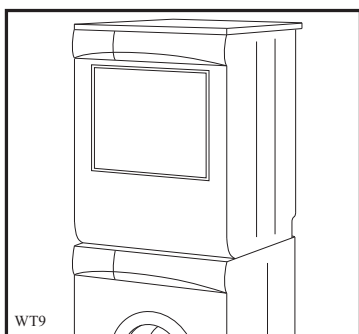

Fig 5
- modelos sem cobertura de base (fig. 5 e 6);